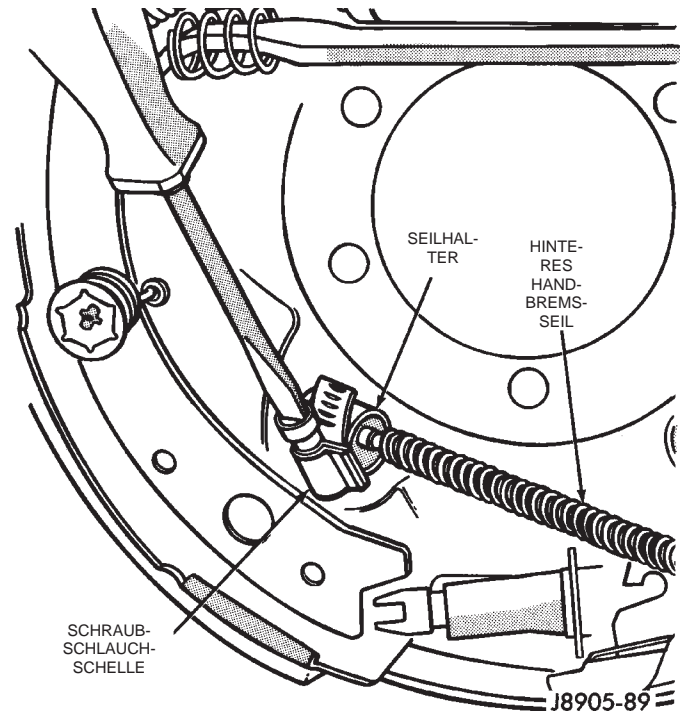
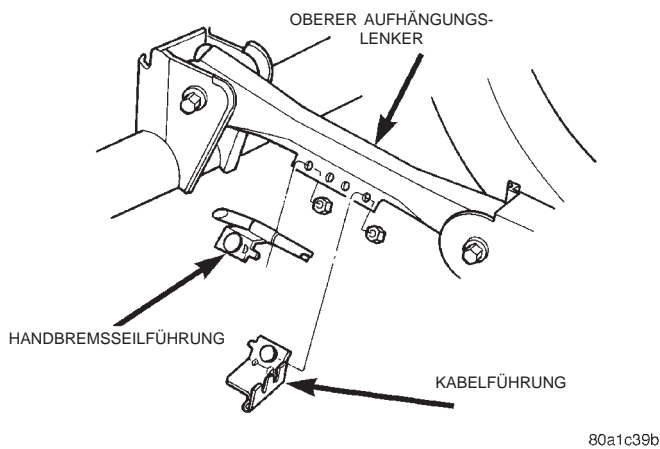

Abb. 40 Seilhalter
Abb. 39 Handbremsseilführung
(3) Die Seilführung vom oberen Aufhängungslenker entfernen (Abb. 39).
(4) Hinterrad und Bremstrommel abbauen.
(5) Sekundäre Bremsbacke ausbauen und das Bremsseil am Spannhebel aushängen.
(6) Den Seilhalter mit einer Schraub-Schlauchschelle zusammendrücken (Abb. 40) und das Seil aus dem Bremsträger herausziehen.